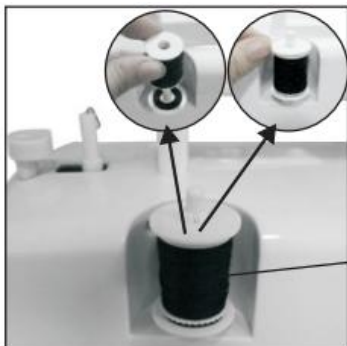

Fig.11
1. Naložite nit na držalo za navoj (Fig. 11).